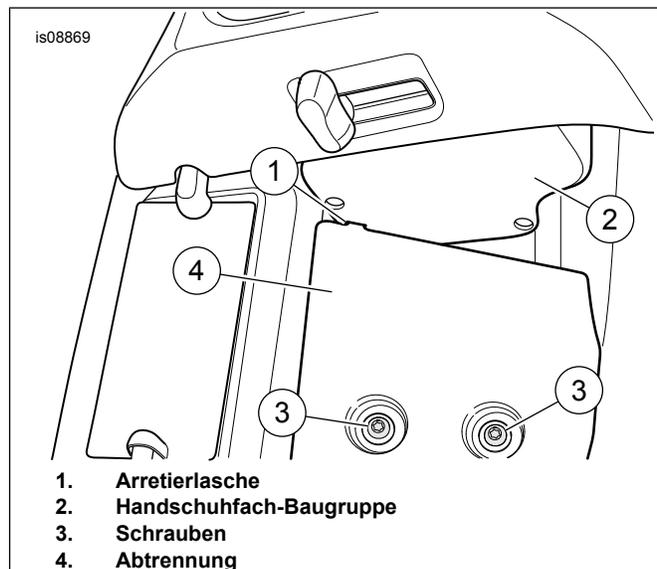

Abbildung 2. Verriegelungszunge und Abtrennung
2. Siehe Abbildung 2 >. Von der Vorderseite die Schrauben (3), Abtrennung (4) und Handschuhfach (2) entfernen. Das Entlüftungsklappengestänge abtrennen.